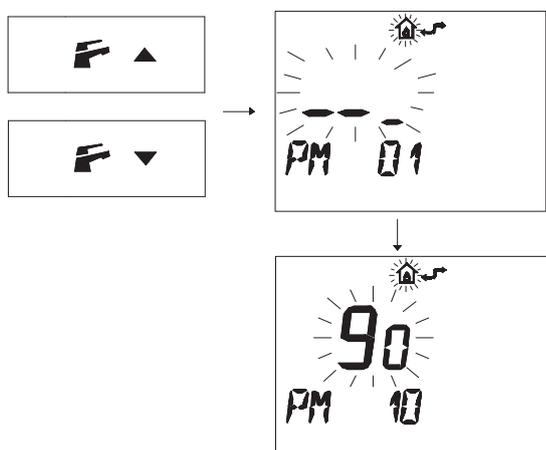

Рисунок 5.49
- Нажмите кнопку **F** **▼** или **F** **▲**, чтобы вывести на дисплей код "PM10" для выбора частоты повторного включения (Рисунок 5.49).
Рисунок 5.49 показывает заданное значение **90**, которое соответствует повторному включению каждые 3 минуты.